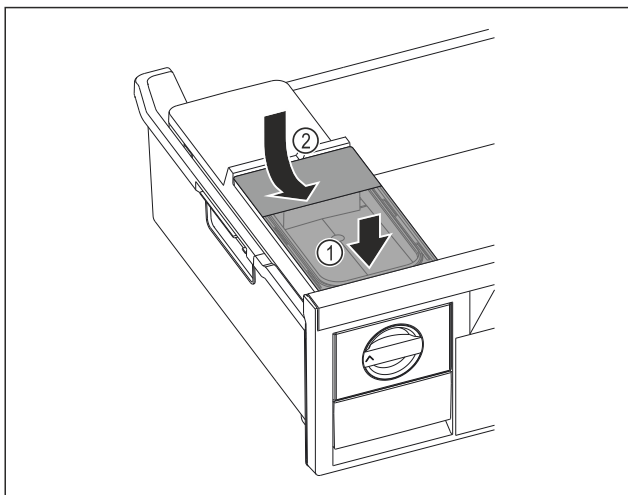

Fig. 68
- Nádržku na vodu nasadíte vpredú. Fig. 68 (1)
- Nádržka na vodu spustíte vzadu. Fig. 68 (2)